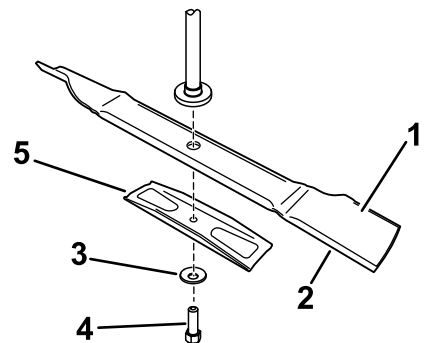

Figura 46
Tenete l'estremità della lama con un cencio o un guanto bene imbottito. Togliete il bullone, la rondella curva, il rinforzo della lama e quest'ultima dall'asse del fusello (Figura 46).
1. Montate la lama sull'asse del fusello (Figura 46).
- Montate il rinforzo della lama, la rondella curva (lato concavo verso la lama) ed il bullone della lama (ruotandola in senso orario)(Figura 46).